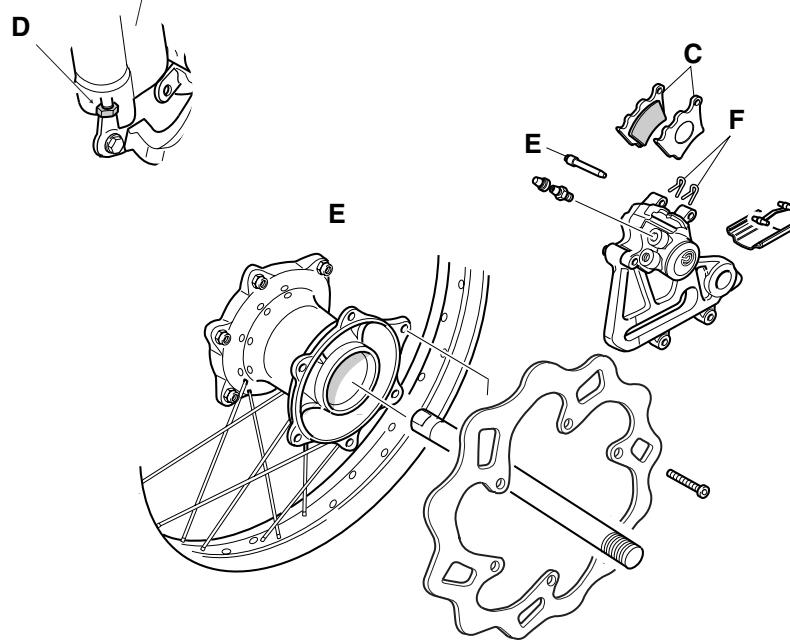

Fig. 32
3. Per raggiungere le pastiglie dei freni, smontare dapprima la ruota posteriore, vedi capitolo "Ruota posteriore". Allontanare poi le pastiglie "C" (Fig.32) il più possibile l'una dall'altra. Togliere la cappiglia "F" e sfilare il pernetto "E"(Fig.32). Montare pastiglie nuove. Fare attenzione affinché il montaggio sia corretto.
3. Zum Aus-/Einbau der Bremsbeläge muss zunächst das Hinterrad ausgebaut werden, s. Abschnitt "Hinterrad". Danach die beiden Bremsbeläge "C" (Abb. 32) möglichst weit auseinanderdrücken. Den Kranz "F" und den Bremsbolzen "E" (Abb. 32) herausnehmen. Neue Bremsbeläge einbauen. Dabei auf vorschriftsmäßigen Sitz achten.
3. Pour accéder aux plaquettes des freins, déposer d'abord la roue arrière (voir chapitre "Roue arrière"). Ecarter le plus possible les plaquettes "C" (Fig. 32) les unes des autres, Oter la goupille "F" et dégager le pivot "E" (Fig. 32). Installer les plaquettes neuves. Veiller à ce que leur montage soit correct. Vérifier le fonctionnement du frein, en faisant tourner la roue. Pour obtenir un maximum d'efficacité de freinage, il est conseillé de soumettre les plaquettes à une période de rodage.